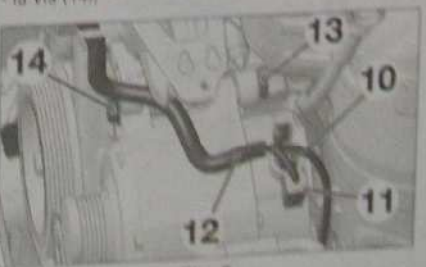

Fig. 5
- l'écrou (10) (Fig.5).
- Débrancher le connecteur (11).
- Écarter le faisceau (12).
- Desserrer la vis (13) de 3 tours.
- la vis (14).